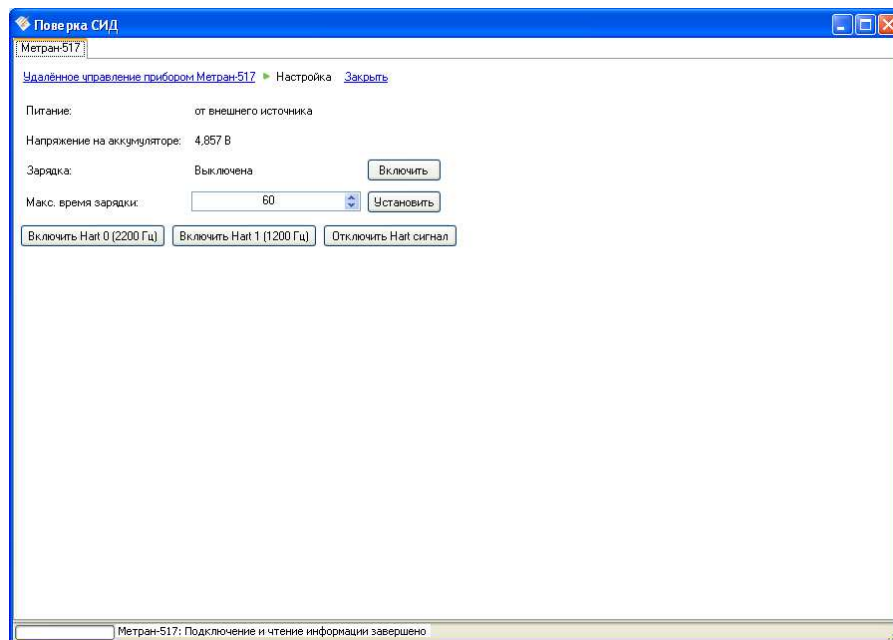

Рисунок 4.71 – Режим настройки калибратора Метран-517
- Настройки (см. Рисунок 4.71).
В окне программы расположены следующие компоненты (см. Рисунок 4.71):